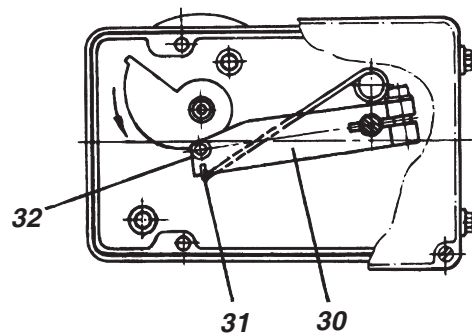

Abb.17: Anbau des Stellungsreglers an den Schwenkantrieb, Ausrichten der Kurvenscheibe.
- f) Stellungsregler auf das Gehäuse des Anbausatzes aufsetzen. Dabei die Feder **31** in den Anlenkhebel **30** einhängen und die Abtastrolle **32** an die Kurvenscheibe anlegen (siehe Abb. 17).